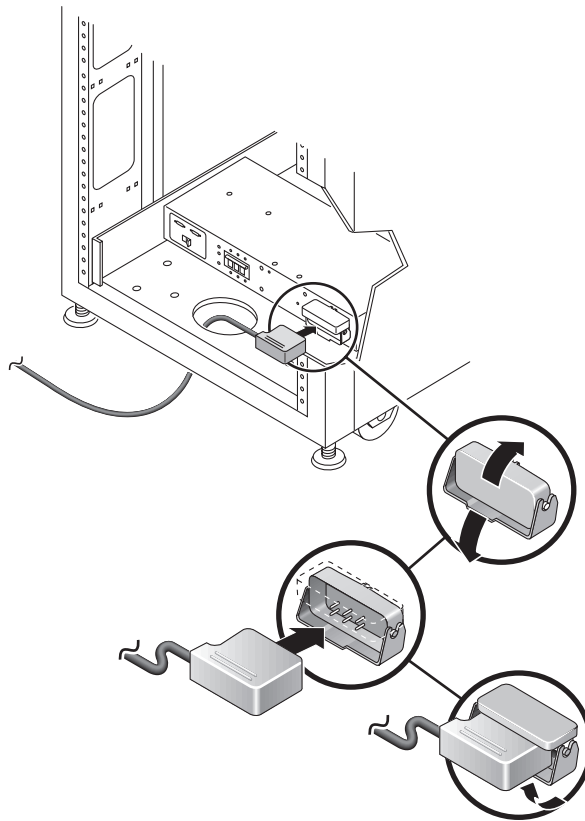

FIGURE B-8 Connexion des câbles d'alimentation
- 4. Branchez chaque câble d'alimentation aux séquenceurs d'alimentation avant et arrière du coffret de base (voir FIGURE B-8) :**